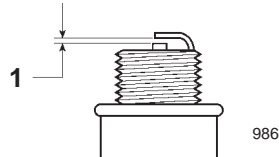

Figura 40
4. Fije el hueco entre los electrodos de la bujía según muestra la Figura 40.